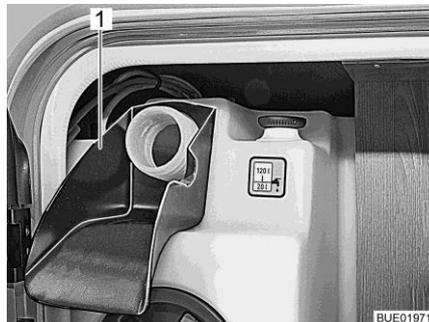

Fig. 253 Ayuda de llenado
- Encajar la ayuda de llenado (Fig. 253,1) en el tubo de llenado de agua potable.